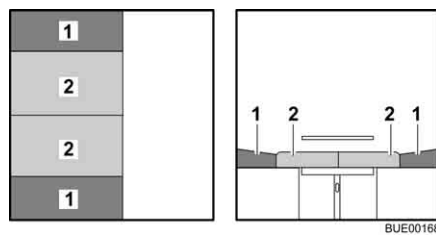

Bild 71 Efter ombyggnaden
- Drag sittdynorna (Bild 71,2) till mitten.
- Skjut in ryggdynorna (Bild 71,1) mellan sittdynorna och väggen.